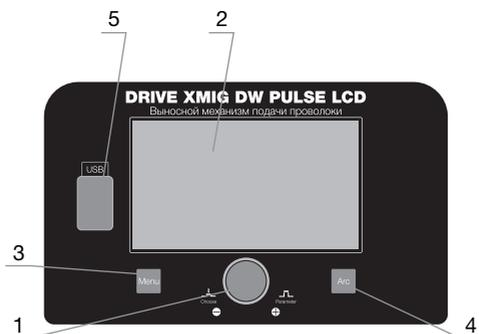

Рис. 9.1
2. Выбор режима **Настройки**: вращайте регулятор 1 (Рис. 9.1) до выбора пункта Settings.
3. Подтвердите нажатием на регулятор 1 (Рис. 9.1).
4. Вращайте регулятор 1 (Рис. 9.1) для выбора пункта настройки и подтвердите нажатием.
5. Нажатием на регулятор 1 (Рис. 9.1) выберите нужный параметр. Выставьте необходимое значение выбранного параметра вращением регулятора 1 (Рис. 9.1).
2. Выбор типа сварки: вращайте регулятор 1 (Рис. 9.1) до выбора метода сварки.
Нажатием на регулятор 1 (Рис. 9.1) выберите нужный параметр. Выставьте необходимое значение выбранного параметра вращением регулятора 1 (Рис. 9.1). Для настройки параметров, регулируемых с параметрической кривой нажмите кнопку под символом 1 (таб. п. 8) и обратитесь к главе 18.
Подтвердите нажатием на регулятор 1 (Рис. 9.1).
3. Последовательно выбирайте вращением регулятора 1 (Рис. 9.1) и подтверждаете нажатием:
2	Индикация напряжения сварки и коррекции напряжения (при вращении регулятора 1 (Рис. 9.1) с разблокированным символом 13 (см. таб. п. 8))
Нажатием на регулятор 1 (Рис. 9.1) выберите нужный параметр. Выставьте необходимое значение выбранного параметра вращением регулятора 1 (Рис. 9.1).
Последовательно выбирайте вращением регулятора 1 (Рис. 9.1) и подтверждайте нажатием: тип сварочной проволоки, вид защитного газа и диаметр проволоки.